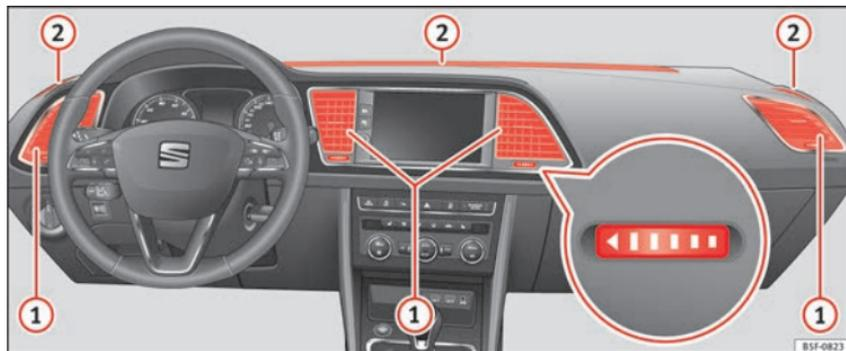

Abb. 190 Auf der Schalttafel: Luftzerstäuber.
Damit eine ausreichende Heizleistung, Kühlung und Luftzufuhr im Fahrzeuginnenraum erreicht wird, sollten die Luftaustrittsdüsen **» Abb. 190 ①** geöffnet bleiben.